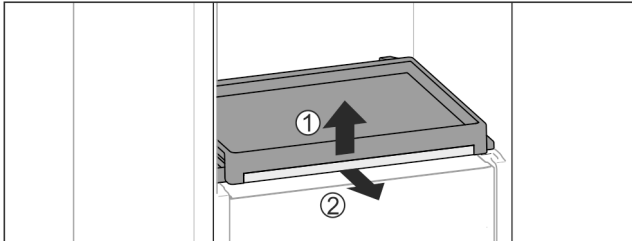

Fig. 173
► Auszugsbord mit Glasplatte entnehmen: Glasplatte vorne leicht anheben Fig. 173 (1) und nach vorne herausziehen Fig. 173 (2).